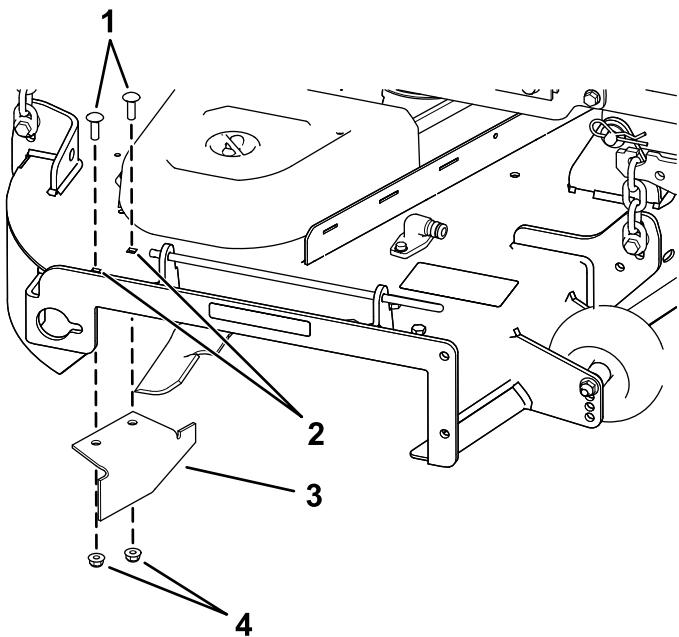

Figura 19
14. Localice el tabique en la bolsa de piezas sueltas, retire las fijaciones de los taladros traseros de la placa de descarga, e instale el tabique en el orificio de descarga lateral de la carcasa del cortacésped (Figura 19).